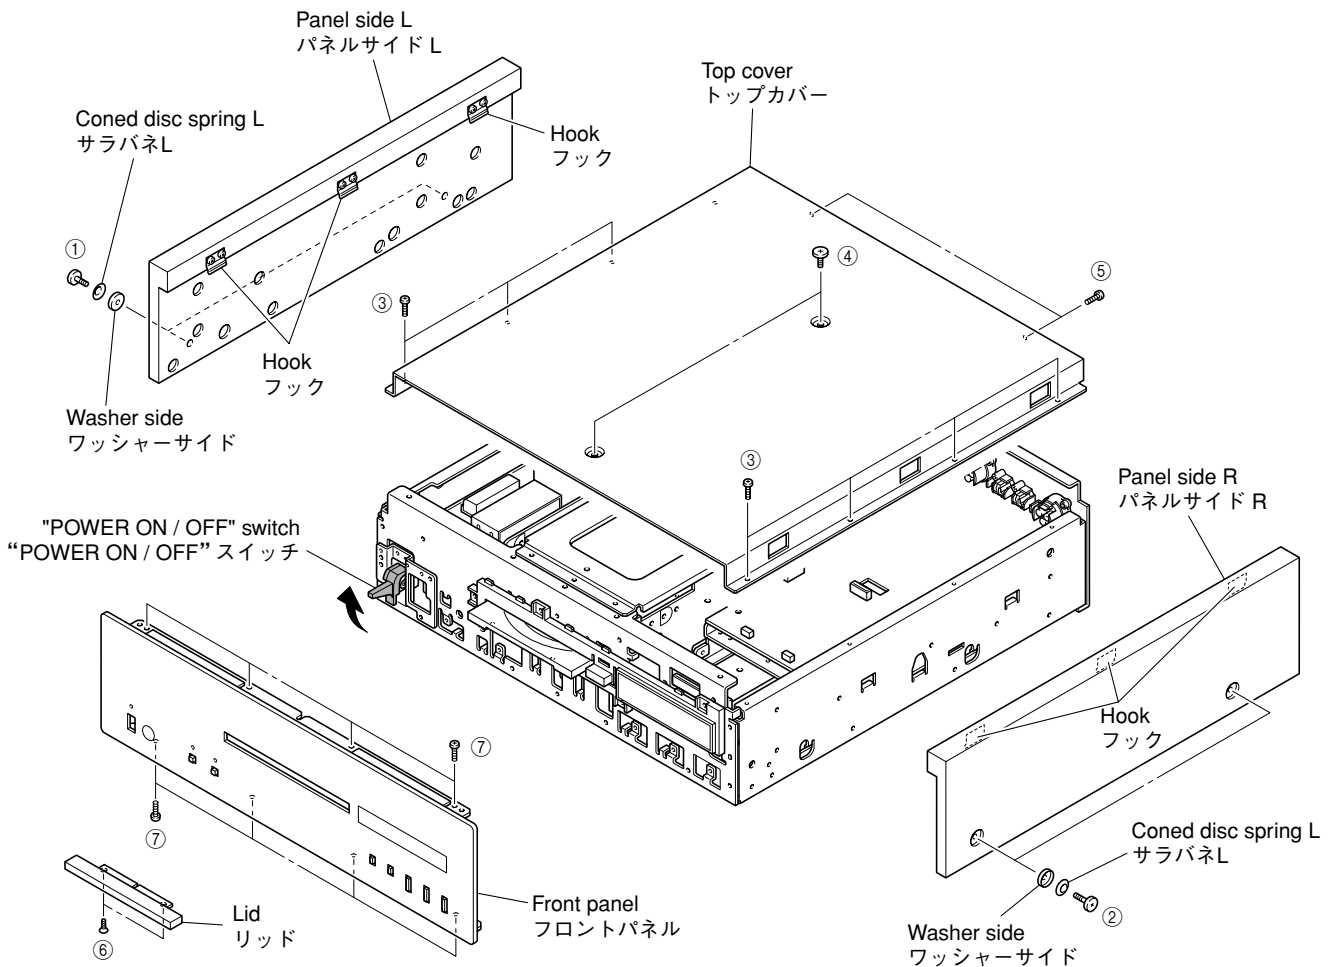

Fig. 1
- a. Remove 2 screws (①), coned disc spring L and washer side. (Fig. 1)
- b. Lift the panel side L a little, release hooks at 3 locations and then remove the panel side L. (Fig. 1)
- c. Remove 2 screws (②) and then remove 2 washers. (Fig. 1)
- d. Lift the panel side R a little, release hooks at 3 locations and remove the panel side R. (Fig. 1)
- a. ①のネジ2本、サラバネL、ワッシャーサイドを外します。(Fig. 1)
- b. パネルサイドLを少し持ち上げ、3ヶ所のフックを外し、パネルサイドLを取り外します。(Fig. 1)
- c. ②のネジ2本を外し、ワッシャーサイド2個を外します。(Fig. 1)
- d. パネルサイドRを少し持ち上げ、3ヶ所のフックを外し、パネルサイドRを取り外します。(Fig. 1)
- a. Remove 7 screws (③), 2 screws (④) and 2 screws (⑤). (Fig. 1)
- b. Remove the top cover. (Fig. 1)
- a. ③ネジ7本、④のネジ2本、⑤のネジ2本を外します。(Fig. 1)
- b. トップカバーを取り外します。(Fig. 1)
c. Remove 2 screws (⑥) and then remove the lid. (Fig. 1)
e. Remove 8 screws (⑦). (Fig. 1)
g. Remove the front panel forward gradually, using care not to cause any damage to the "POWER ON/OFF" switch. (Fig. 1)
c. ⑥のネジ2本を外し、リッドを取り外します。(Fig. 1)
e. ⑦のネジ8本を外します。(Fig. 1)
g. "POWER ON/OFF"スイッチに傷がつかないようにフロントパネルを前方へゆっくり取り外します。(Fig. 1)